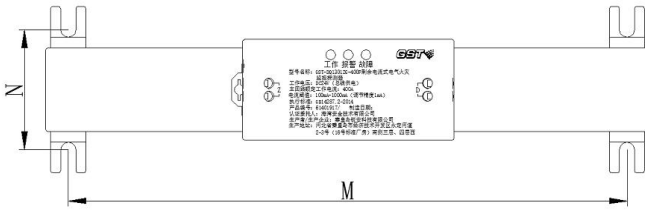

图 2 第一种方式螺钉安装
- 2、探测器采用螺钉安装方式，有两种方式，第一种方式安装尺寸如下图 2 所示，单位（mm）；第二种方式安装尺寸如下图 3 所示，单位（mm）。